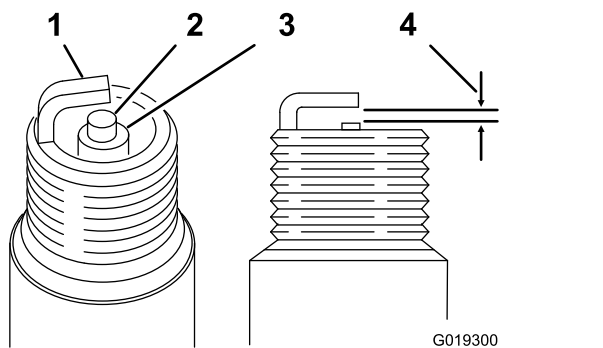

图34
空隙： 0.70~0.80mm；请参阅 图34
3. 将空隙设定为 0.70~0.80mm（图34）。